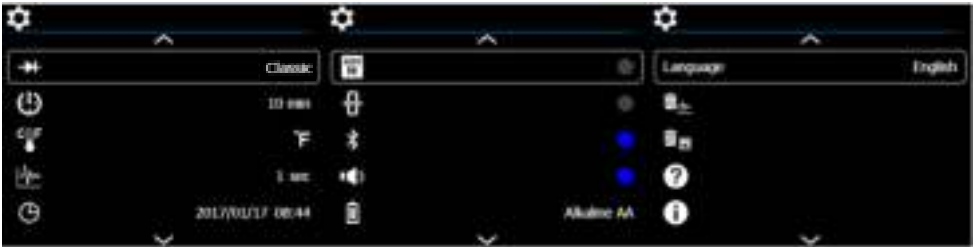

Fig. 7-1 Menu Algemene Instellingen
2. Scroll naar het Instellingen  pictogram en druk op **OK** om het menu Instellingen te openen (zie afbeelding 7-1)